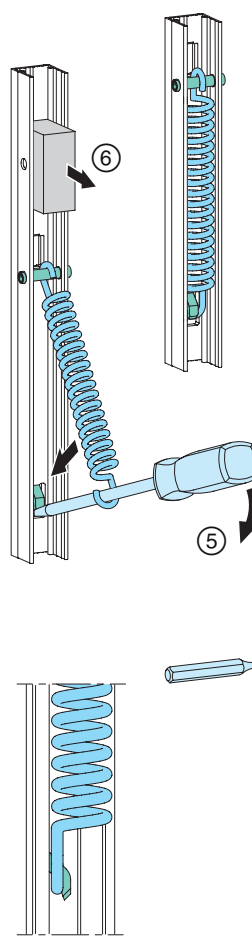

Abb. 21
⑥ Distanzklotz entnehmen; **Abb. 21**.